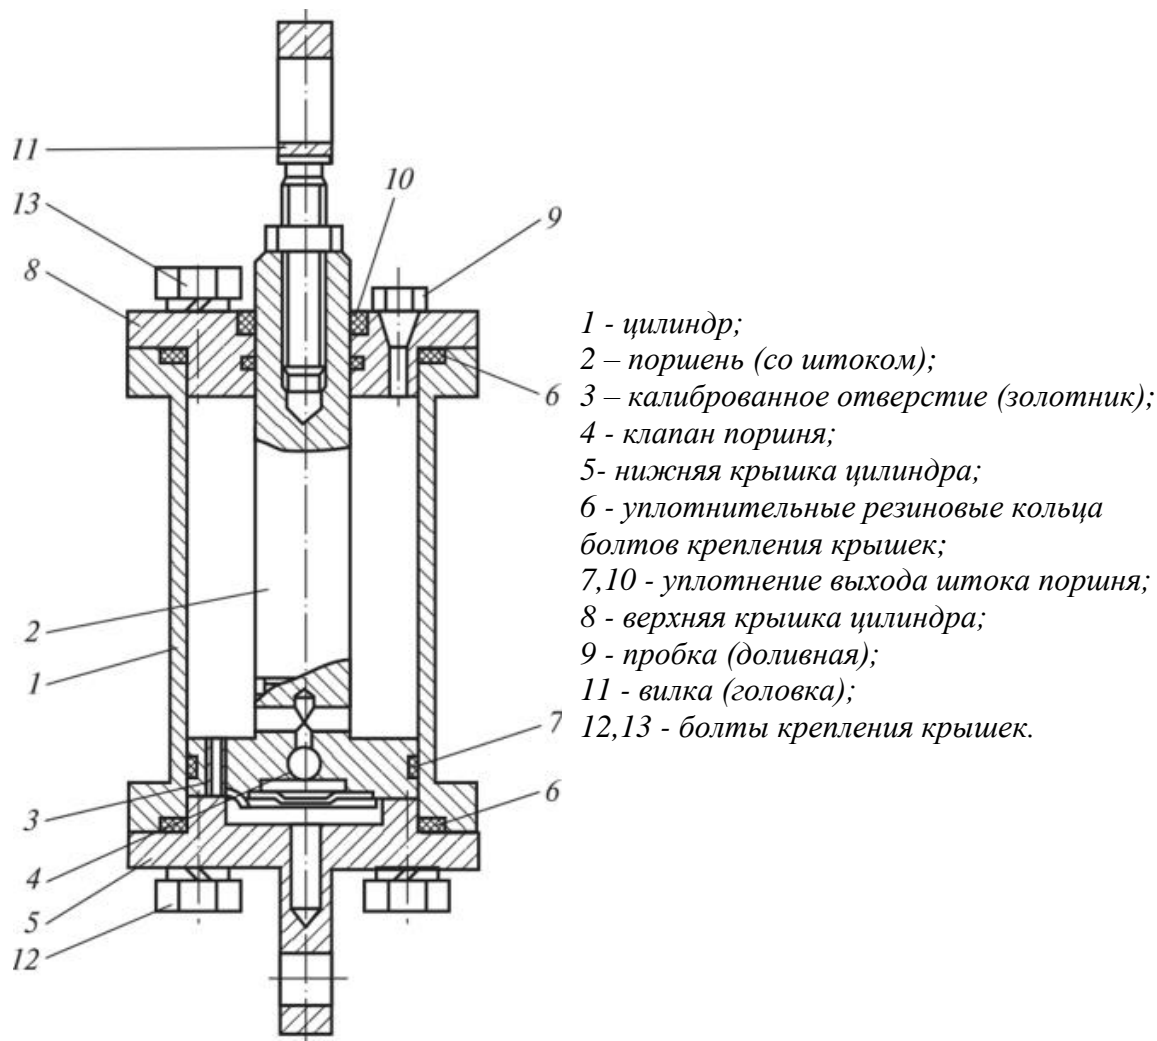

Рис.1. Гидрогаситель (без бачка для рабочей жидкости)
7.1.1. В гидрогасителе (рис.1.) электропривода ПАШ и ША используется тосол марки А-60 (если температура воздуха не опускается ниже минус 40°С допускается применять тосол марки А-40).
7.2.1. Произвести разборку гидрогасителя (рис.1.) в следующей последовательности:
- установить поршень (2) гидрогасителя в нижнее положение, вдавив шток поршня до упора;
- открутить пробку (9) (крышку бачка) и слить рабочую жидкость;
- выкрутить вилку (11) из штока поршня;
- вывернуть болты (13) и снять верхнюю крышку (8) гидроцилиндра (1) (на гидрогасителях с применением бачка для рабочей жидкости снять бачок);
- вывернуть болты (12) и снять нижнюю крышку (5) гидроцилиндра (1);
- изъять поршень (2) из гидроцилиндра (1);
- снять уплотнения (6), (7), (10);
- выкрутить золотник (3) из поршня (2);
7.2.2. Используя запасные части (см.табл.1) вместо частей подлежащих замене, произвести сборку гидрогасителя (рис.1.) в следующей последовательности:
- установить уплотнения (6), (7), (10);
- установить и закрепить нижнюю крышку (5) гидроцилиндра (1) болтами (12);
- закрутить золотник (3) в поршень (2);
- установить поршень (2) в гидроцилиндр (1) и продвинуть его вниз до упора;